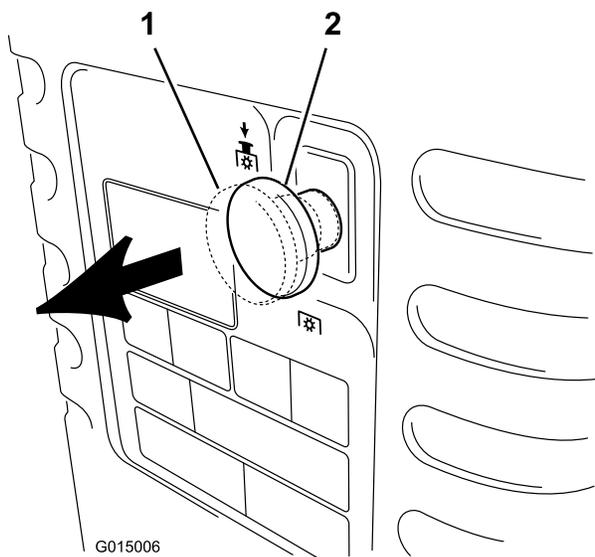

Figure 8
2. Tirez le bouton de commande des lames (PDF) en position engagée (Figure 8).
2. Poussez la commande des lames (PDF) en position Désengagée (Figure 8).